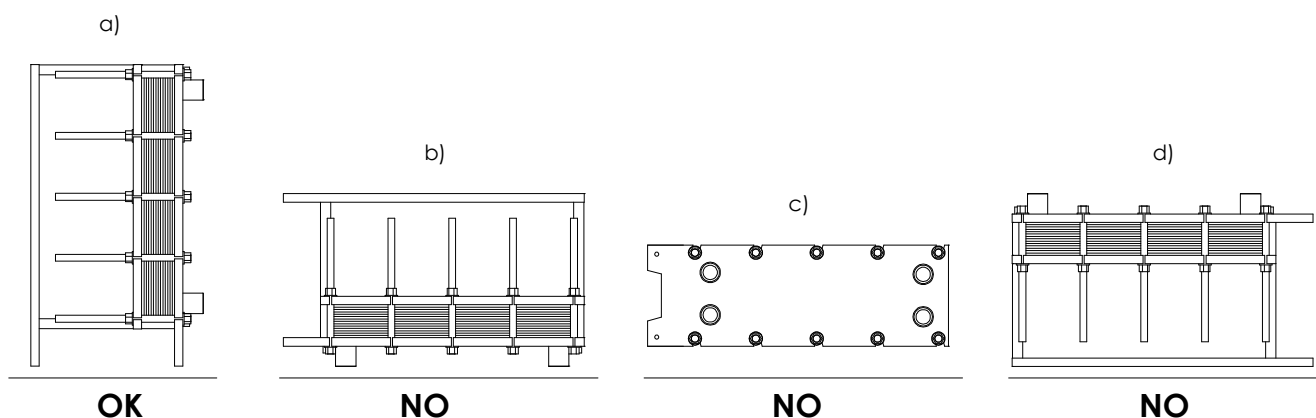

Fig. 16
1. Installare lo scambiatore in posizione verticale (vedi Fig. 16) con sufficiente spazio intorno, soprattutto di fronte al piastrone mobile (vedi pag.3), per le eventuali operazioni di manutenzione.